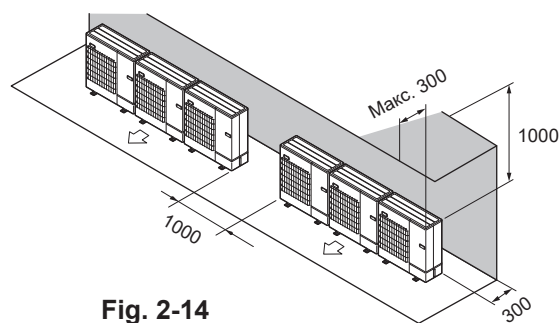

Fig. 2-14
- ② Окружающие предметы - только сзади и сверху (Fig. 2-14)